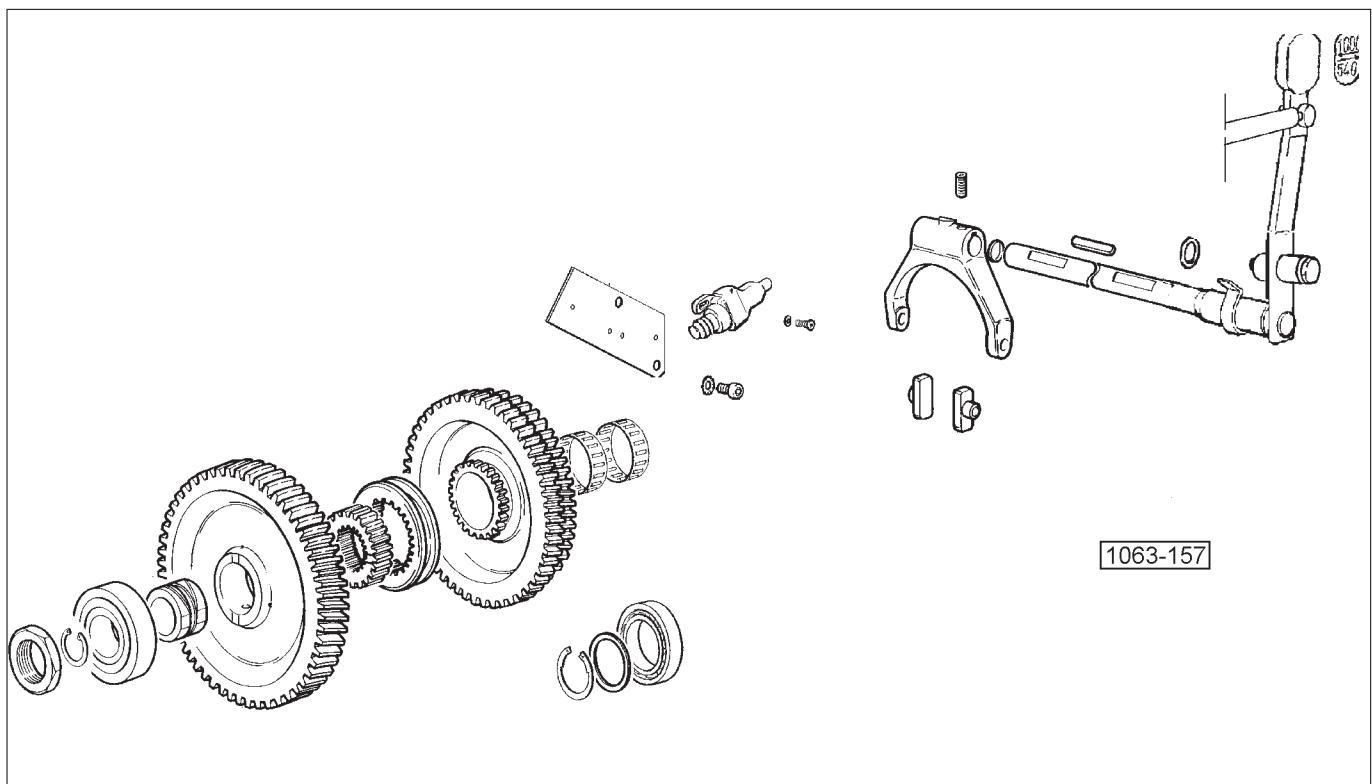

Fig. 5 - Sélecteur PDF 750 - 1000 tr/min (PDF ÉCONOMIQUE) - AGROPLUS 75 - 85 (pour le réglage, voir chapitre 36 - prise de puissance).
- Fig. 5 Sélecteur PDF 750 - 1000 tr/min (PDF ÉCONOMIQUE) - AGROPLUS 75 - 85 (pour le réglage, voir chapitre 36 - prise de puissance)**